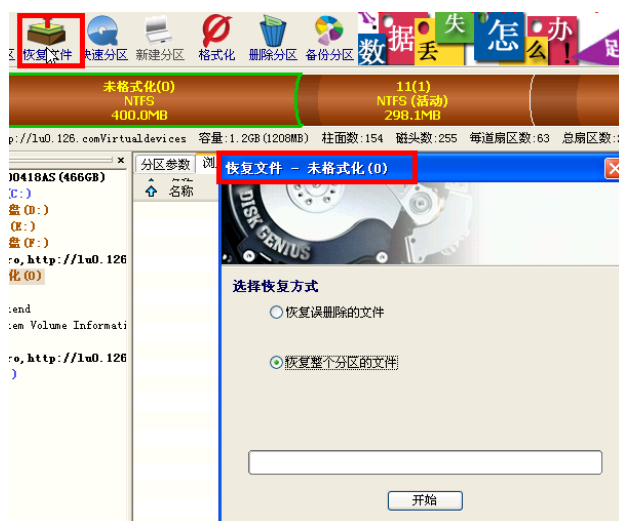

图 5-93 选择恢复文件
(13) 它是建立在一个虚拟的硬盘上还没有存盘。我们选择保存分区表，都是保存在内存里面的，我们选择恢复文件，如图 5-93 所示。